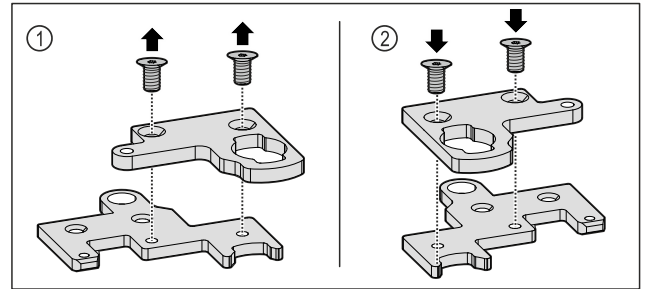

Fig. 34
- ▶ Zweiteiligen Scharnierwinkel auseinanderbauen. Fig. 34 (1)
- ▶ Zweiteiligen Scharnierwinkel um 180° gedreht wieder zusammenbauen. Fig. 34 (2)